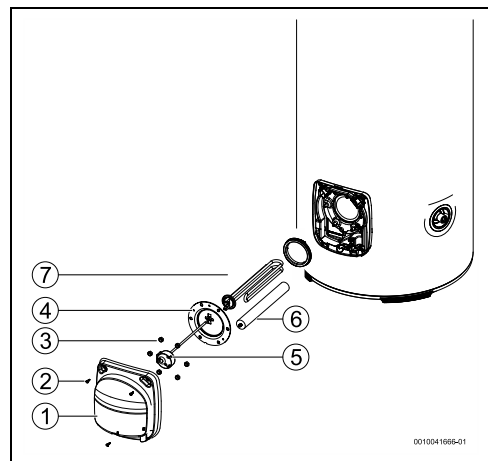

Fig. 8
- ▶ Régler le thermostat sur la température maximale, tourner le thermostat vers la gauche jusqu'à ce qu'il s'arrête (→ Fig. 8)